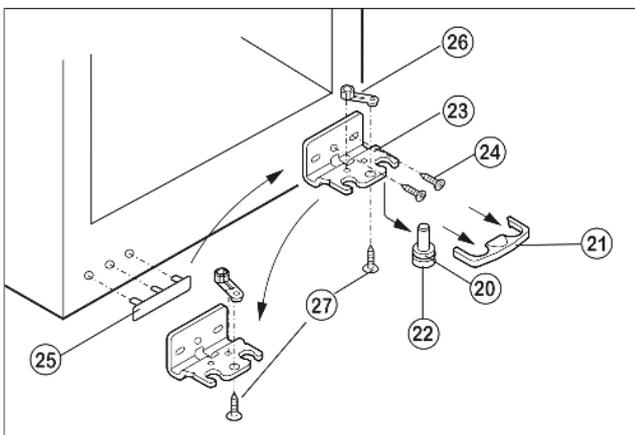

Fig. 5
- ▶ Нижнюю крышку Fig. 5 (21) снимите движением вперед.
- ▶ Вытяните опорный палец Fig. 5 (22) вниз и вперед. При этом следите за гнездом шарнира Fig. 5 (20).
- ▶ Открутите опорный кронштейн Fig. 5 (23) (2 шт. Torx 25) Fig. 5 (24).
- ▶ Открутите опорную деталь Fig. 5 (26) (1 Torx 25) Fig. 5 (27), переставив в отверстие на противоположной стороне опорной подставки, снова прикрутите.
- ▶ Снимите и переставьте крышку Fig. 5 (25) со стороны ручки.
- ▶ Снова прикрутите опорную подставку Fig. 5 (23) на новой стороне шарнира, при необходимости с помощью аккумуляторного шуруповерта через внешний продольный паз и круглое отверстие.
- ▶ Снова слегка наклоните устройство назад и переставьте опорный палец Fig. 5 (22).
- ▶ Снова защелкните крышку Fig. 5 (21).